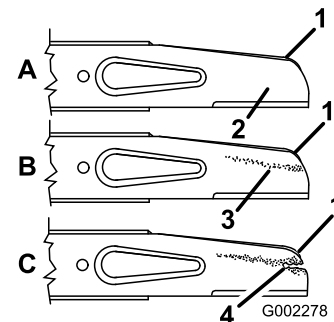

Figura 29
Examine cuidadosamente la cuchilla para asegurarse de que está afilada y para detectar cualquier desgaste, sobre todo en la reunión entre la parte plana y la parte curva de la cuchilla (Figura 29A). Puesto que la arena y cualquier material abrasivo pueden desgastar el metal que conecta las partes curva y plana de la cuchilla, compruebe la cuchilla antes de utilizar el cortacésped. Si observa una hendidura o desgaste (Figura 29 B y C), cambie la cuchilla; consulte Cómo retirar la cuchilla
2. Retire el perno de la cuchilla, la arandela de freno, el acelerador y la cuchilla (Figura 29).